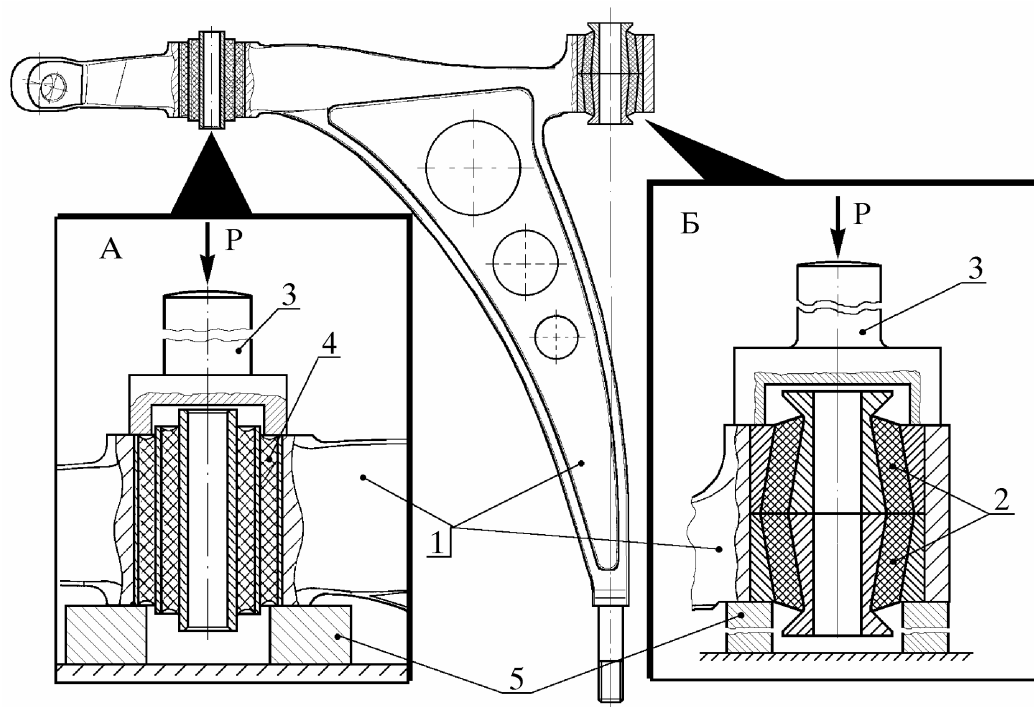

Рис. 21. Запрессовка сайлентблока и шарнира амортизатора в отверстия нижнего рычага левого (правого):
8.10.1. Установить нижний рычаг 1 (рис. 21) на приспособление 5 на столе пресса резьбовым хвостовиком вниз